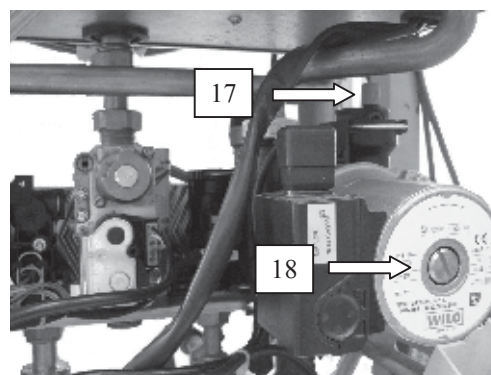

Fig. 6.2
- 3 Unscrew the cap on the automatic air purger valve 17 (Fig. 6.2) one full turn and leave open permanently.
- 6 Purge the air from the pump by unscrewing the pump plug 18 (Fig. 6.2); release the pump by turning the rotor in the direction indicated by the arrow on the information plate.
- 3 Отверните колпачок на автоматическом спускнике воздуха 17(рис. 6.2) на 1 полный оборот и оставьте его в этом положении.
- 6 Спустите воздух из насоса, открутив винт 18(рис. 6.2); разблокируйте насос, поворачивая ротор в направлении, указанном стрелкой на информационной табличке.